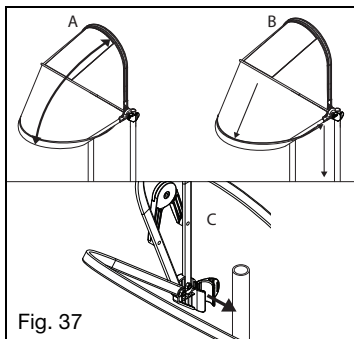

Fig. 37
1. Plegado de la cubierta (Fig. 37:A)
2. Remoción rápida e instalación rápida (Fig. 37:C)
3. Borde para contener la lluvia (Fig. 37:B)